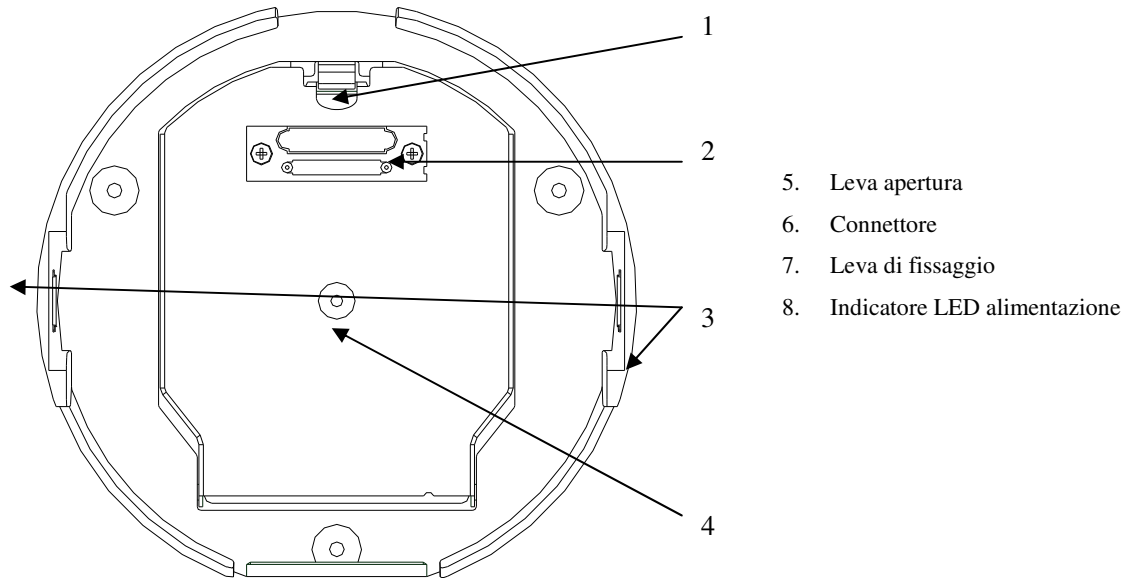
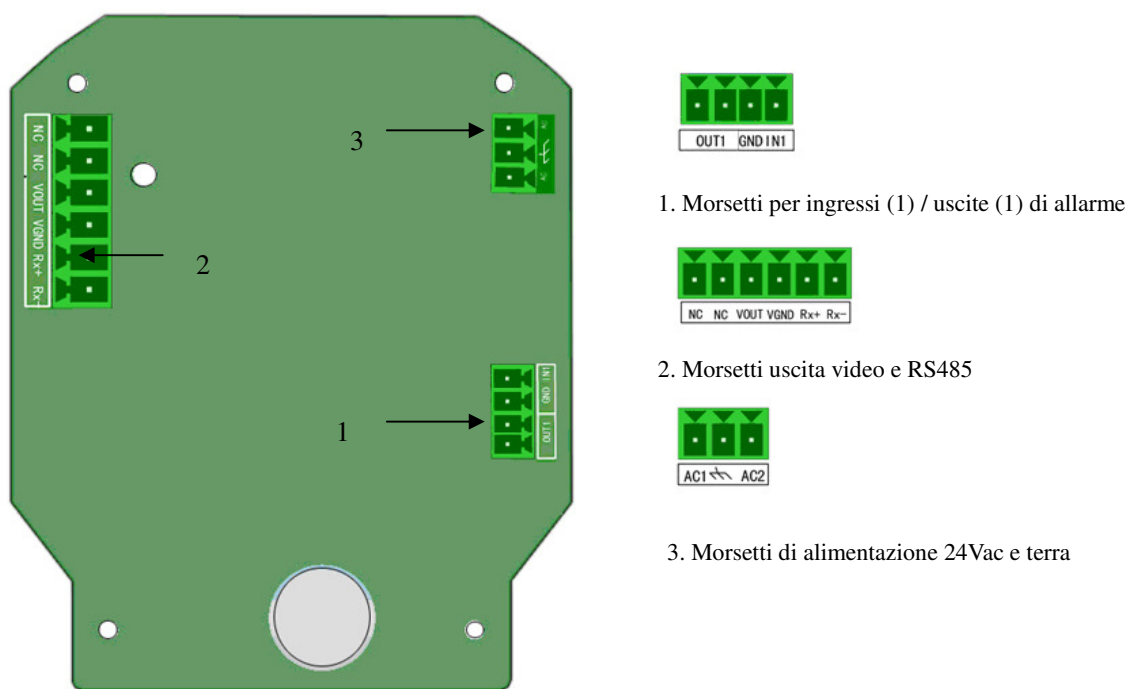
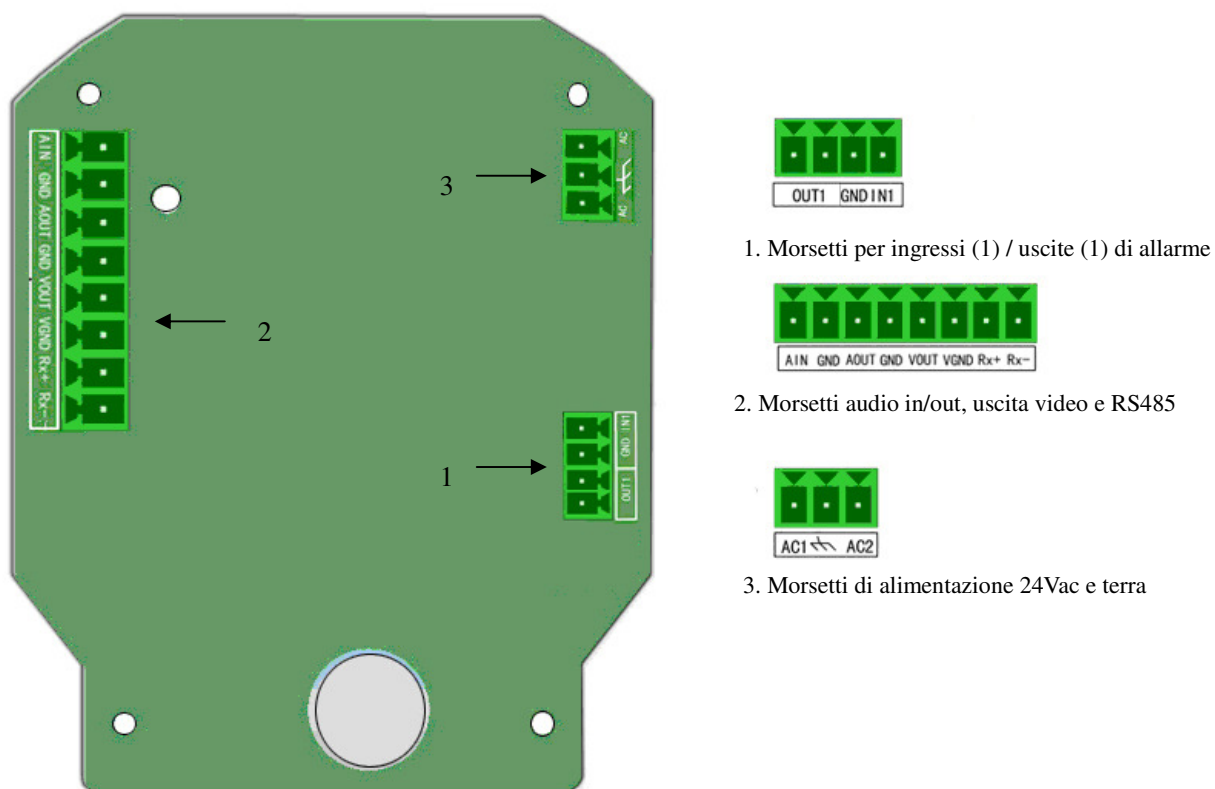

Figura 1.2.16 Scheda elettronica sul Back Box
Figura 1.2.17 Scheda elettronica sul back box (Medium Speed Dome)
Figura 1.2.18 Scheda sul back box (Network Medium Speed Dome e Network High-definition Speed Dome)
4. Aprire lo sportello in corrispondenza della scheda elettronica che si trova sul back box premendo la leva di apertura come mostrato in figura 1.2.16. Rimuovere i cavi video, di alimentazione e altri cavi dalla scheda elettronica per evitare che i cavi si attorciglino durante l'installazione del back box. Fare riferimento alla Figura 1.2.17 (medium speed dome) e alla Figura 1.2.18 (network medium speed dome) per la connessione delle morsettiere.